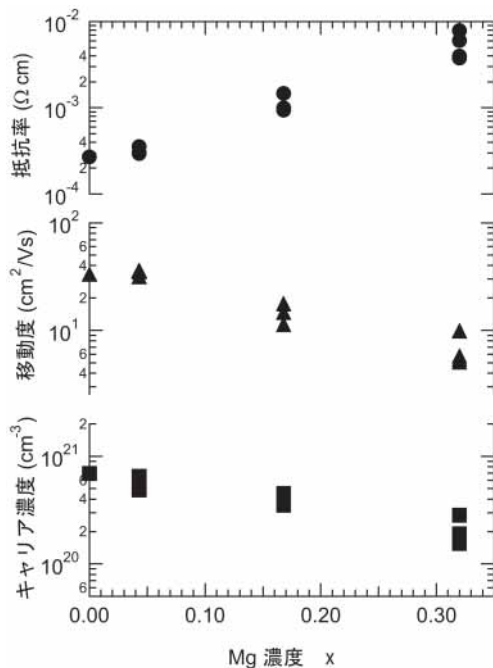

図1 Alドーピング $Zn_{1-x}Mg_xO$ の電気特性
2.3at%とし、Mg濃度の異なる薄膜をガラス基板上に作製した。薄膜の電気特性を図1に示す。図中横軸はMgの割合 $x$ で、縦軸は抵抗率、キャリアの移動度、キャリア電子密度である。比較的Mg濃度の低い領域で低い抵抗率が得られている。Mg量が増加すると、キャリアの散乱や有効質量が増加して抵抗率が上昇するものと考えられる。 $x \leq 0.17$ で透明導電膜として利用できる値の目安とされる抵抗率 $1 \times 10^{-3} \Omega \text{cm}$ 以下が得られた。図2は、膜の吸収係数と光子エネルギーの関係を示したものである。 $x=0.17$ のとき、バンドギャップ3.97eVが得られた。過去のAlドーピングZnOの実験ではAl濃度1at%程度で、抵抗率 $1 \times 10^{-3} \Omega \text{cm}$ 、バンドギャップ3.5eVが得られている。これらより、AlとMgの濃度を選ぶことにより $1 \times 10^{-3} \Omega \text{cm}$ 以下の抵抗率を有しながら、バンドギャップを約3.5eVから4eVまで変化させることができた。